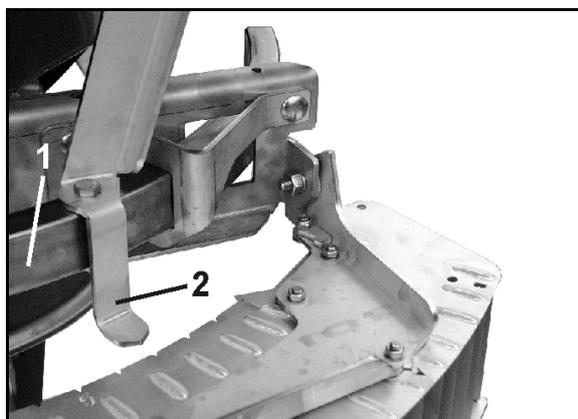

Fig. 76
2. Den Grenzstreuschirm auf dem Führungsbügel (Fig. 76/1) soweit verschieben bis der Zeiger (Fig. 76/2) auf den einzustellenden Wert aus der Streutabelle (Fig. 74) steht.